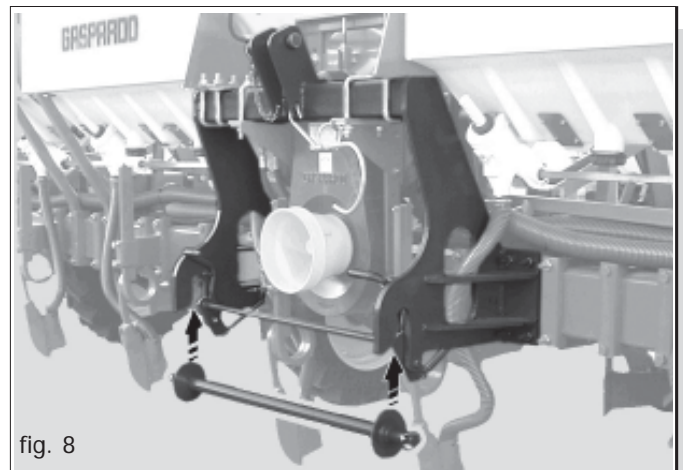

fig. 8
- 2) Sich mit derselben unter die Senkrechte der Sämaschinenankupplungspunkte begeben (Abb. 8). Das Hubwerk anheben, bis die Stangensperrvorrichtung einrastet.